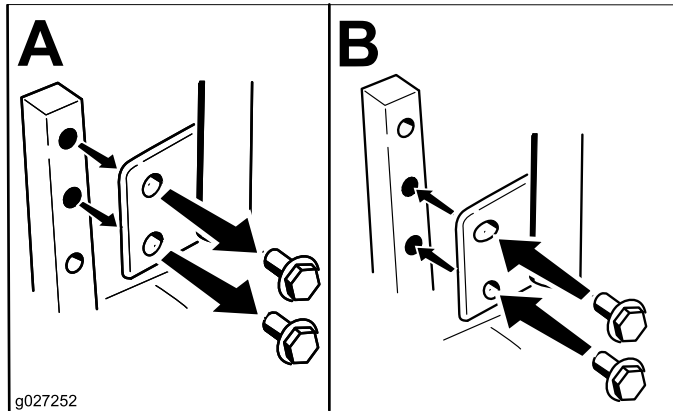

Figure 21
La hauteur des leviers de commande de déplacement peut être adaptée à la taille de l'utilisateur (Figure 21).
2. Desserrez le boulon inférieur jusqu'à ce qu'il soit possible de faire pivoter le levier de commande en avant ou en arrière (Figure 21). Resserrez les deux boulons pour fixer la commande à sa nouvelle position.